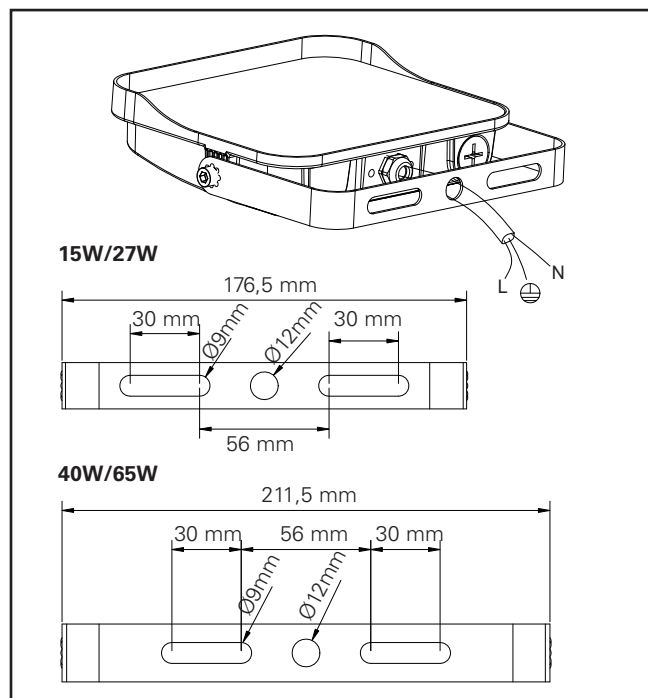

Figura 2
1. Monte el luminario en la superficie utilizando el patrón de orificios que se indica en el soporte de yugo (Figura 2).
3. Oriente el luminario aflojando los dos (2) tornillos a cada lado de este y gírelo al ángulo de inclinación deseado. Vuelva a apretar los dos (2) tornillos a 11 pies-libras (14,9 Nm) para los luminarios de 25 W y 65 W.